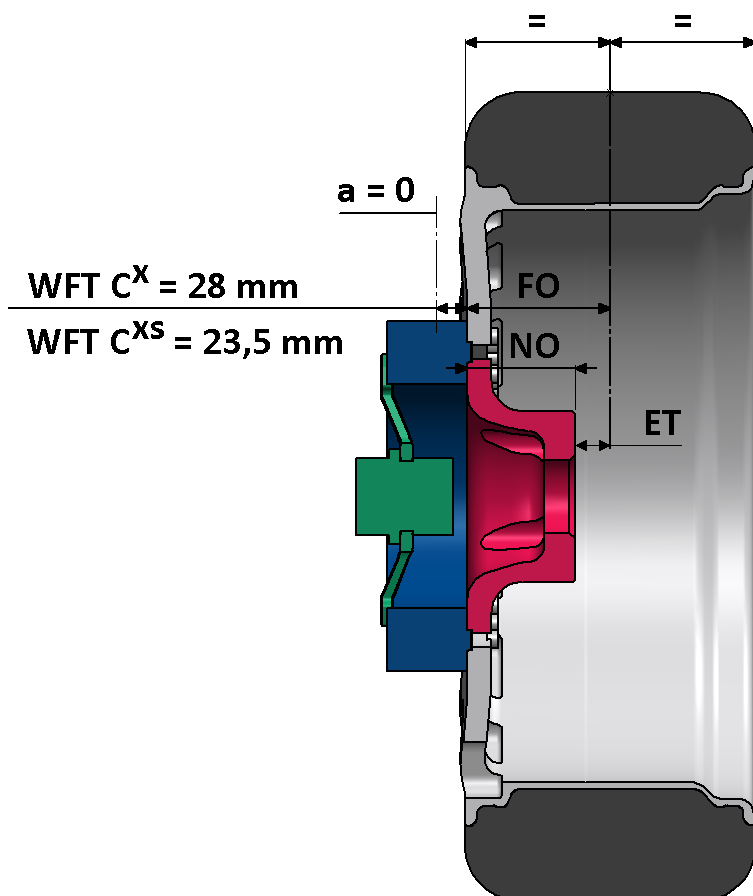

Abb. 6: Axialer Versatz: Offset a
**Um den Offset  $a$  zu bestimmen**, definieren wir folgende Größen (siehe Abb. 6[26]):
**ET:** Die Einpresstiefe (auch "Radoffset") in mm. Sie ist der Abstand vom Radmittelpunkt bis zur inneren Flanschfläche des Nabenadapters. Liegt die innere Flanschfläche des Nabenadapters axial auf der Innenseite des Rades (also liegt die Flanschfläche so, dass sie, vom WFT aus betrachtet, über die Mitte des Rades hinüberreicht), wird das Vorzeichen der Einpresstiefe negativ. In Abb. 6 ist die Einpresstiefe positiv, da vom Radmittelpunkt aus gesehen das WFT und die innere Flanschfläche auf derselben Seite liegen.